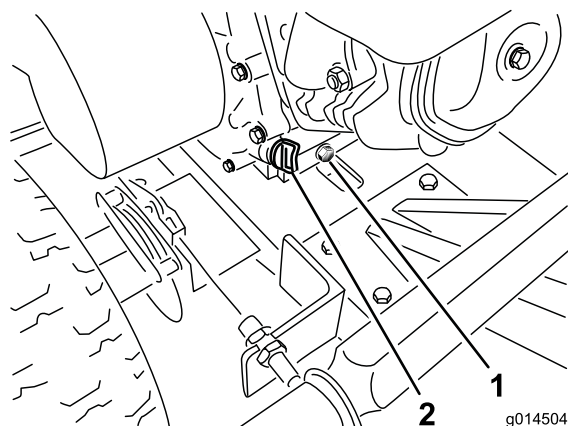

Figura 12
- Retire el tapón de vaciado y deje fluir el aceite a través del orificio de la ranura del bastidor (Figura 12).
- Retire el tapón de llenado de aceite y vierta lentamente aproximadamente el 80% de la cantidad especificada de aceite en el motor (Figura 12).